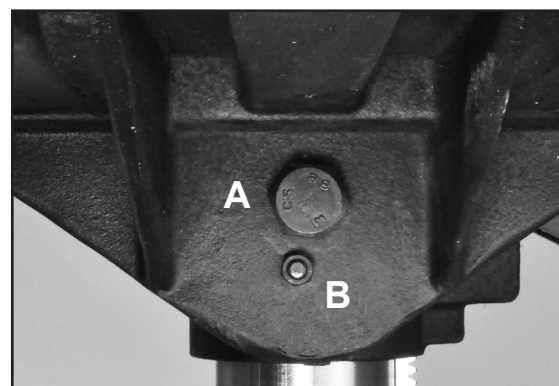

Figure 20
1. Desserrez le gros boulon (#8A) sous le bras de support de la table (Figure 20, A). Ceci nécessite une douille de 24mm (1") ou une clé ajustable, non-incluse.
2. La petite tige fileté avec l'écrou sous le gros boulon (Figure 20, B) place la table à 90°. Serrez l'écrou pour retirer la tige de son trou d'indexation dans le support afin que la table puisse être inclinée depuis sa position prédéfinie à 90°.